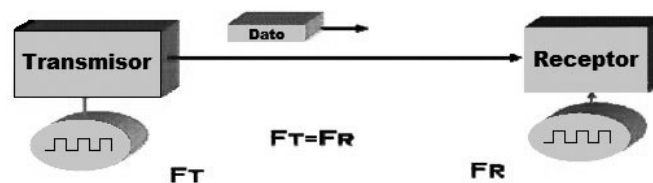

Figura 16.59: Modo de Comunicación Asíncrono
- Asíncrono: significa que el transmisor y receptor tienen sus propios generadores de baudios con la misma frecuencia, pero independientes (figura 16.59).